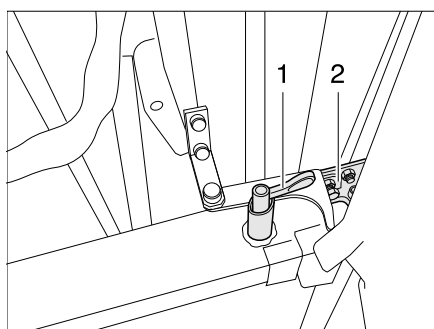
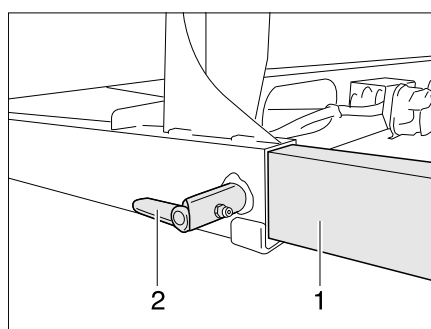

Bild 3 Verriegelung am Auszug, gelöst
Bild 4 Verriegelung am Auszug, verriegelt
- Federriegel (Bild 3,1) auf beiden Seiten eine halbe Umdrehung drehen und in der Arretierstellung (Bild 3) einrasten lassen.
- Lastenträger (Bild 3,2) ohne zu verkanten bis zum Anschlag herausziehen.
- Federriegel auf beiden Seiten eine halbe Umdrehung zurückdrehen und einrasten lassen (Bild 4).
- Federriegel (Bild 4,2) auf beiden Seiten eine halbe Umdrehung drehen und in der Arretierstellung (Bild 3) einrasten lassen.
- Lastenträger (Bild 4,1) ohne zu verkanten bis zum Anschlag einschieben.